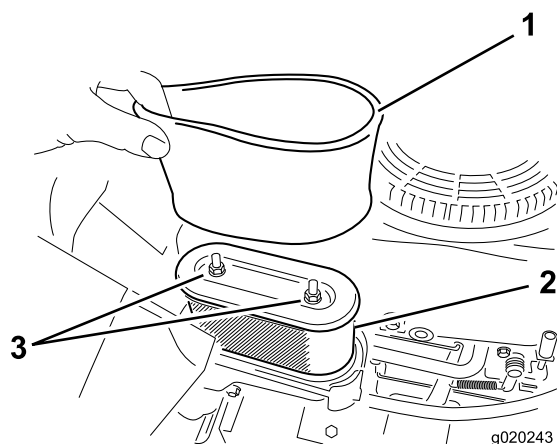

Figure 25
5. Retirez délicatement les éléments en mousse et en papier du boîtier du filtre à air (Figure 25).
1. Montez l'élément en mousse sur l'élément en papier (Figure 25).